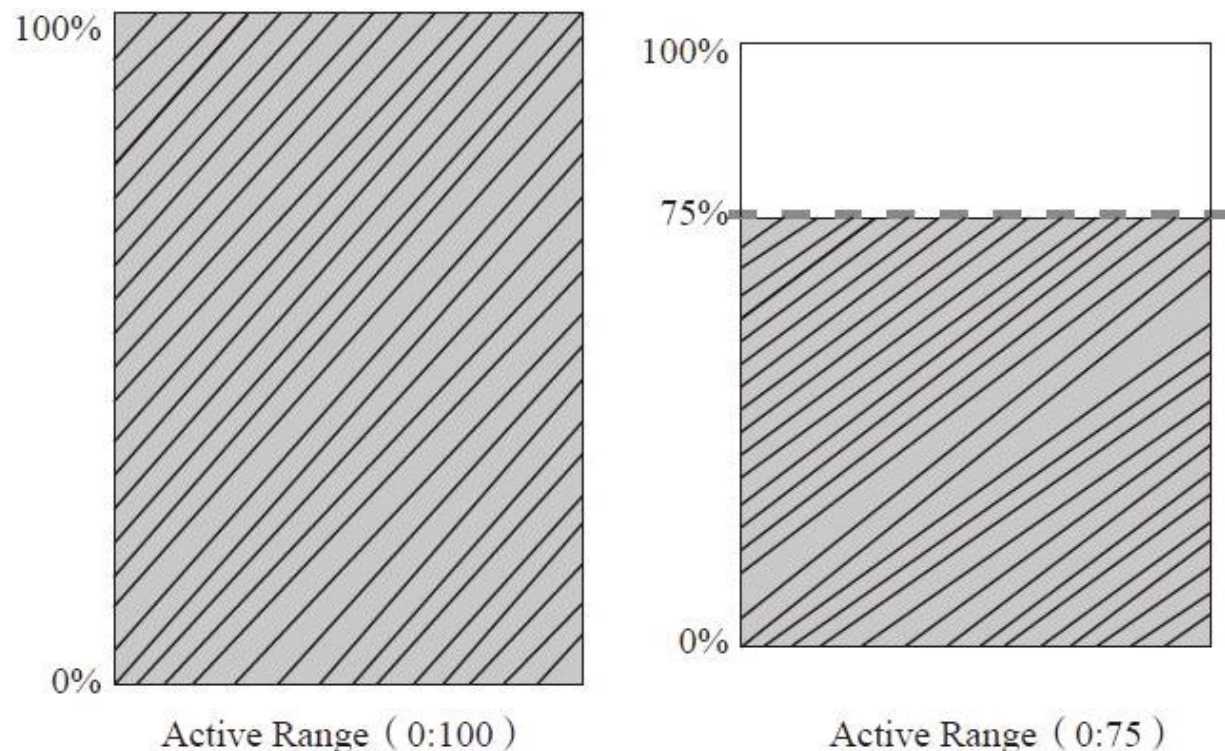

图7-28 SSD性能测试有效测试范围
3) Active Range: 测试过程中对盘上LBA发送IO命令的范围，如图7-28所示。